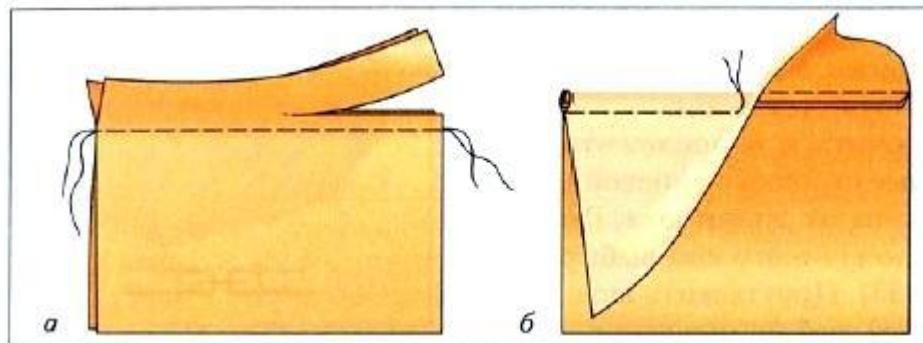

Рис. 35. Выполнение двойного шва: а — срезание припусков; б — прокладка шва
2. Приутюжить, срезать припуски до ширины 4 мм (рис. 35, а), разутюжить припуски шва.